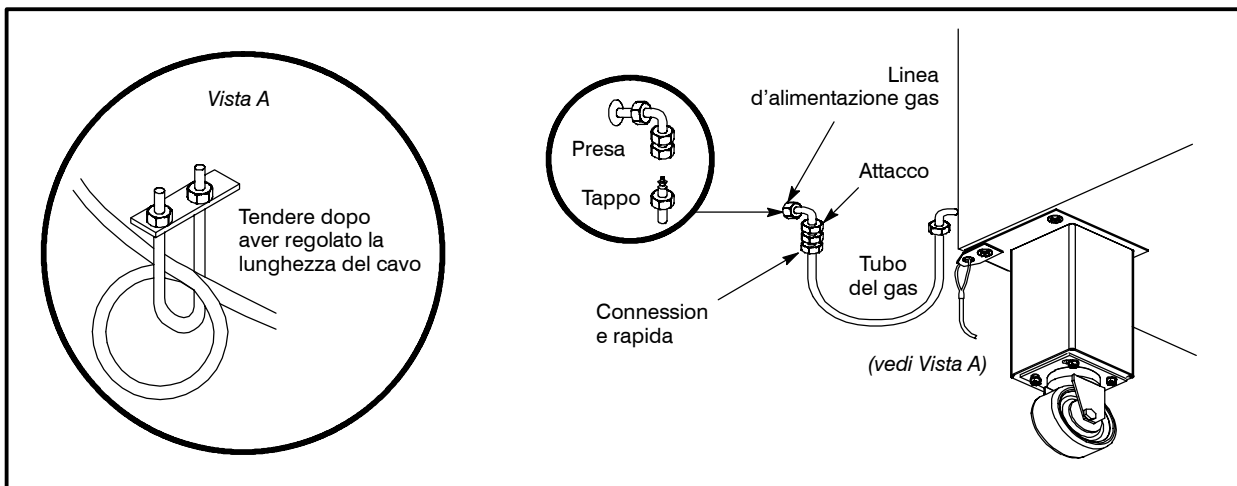

Figura 19
- Il fermo deve essere sufficientemente corto per impedire che si creino tensioni sul connettore. Per la regolazione della lunghezza si rimanda alla Figura 19, Vista A.